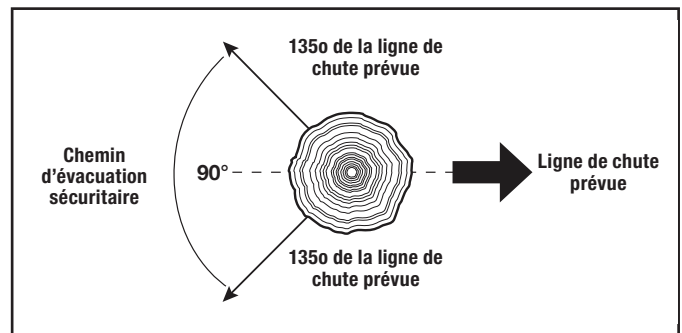

Figure 9
- Déterminez un chemin d'évacuation rapide et sécuritaire. Dégagez la zone autour de l'arbre et assurez-vous que le chemin d'évacuation n'est pas obstrué. Établissez un chemin d'évacuation de 90°, sur environ 135° par rapport à la ligne de chute prévue (Fig. 9).